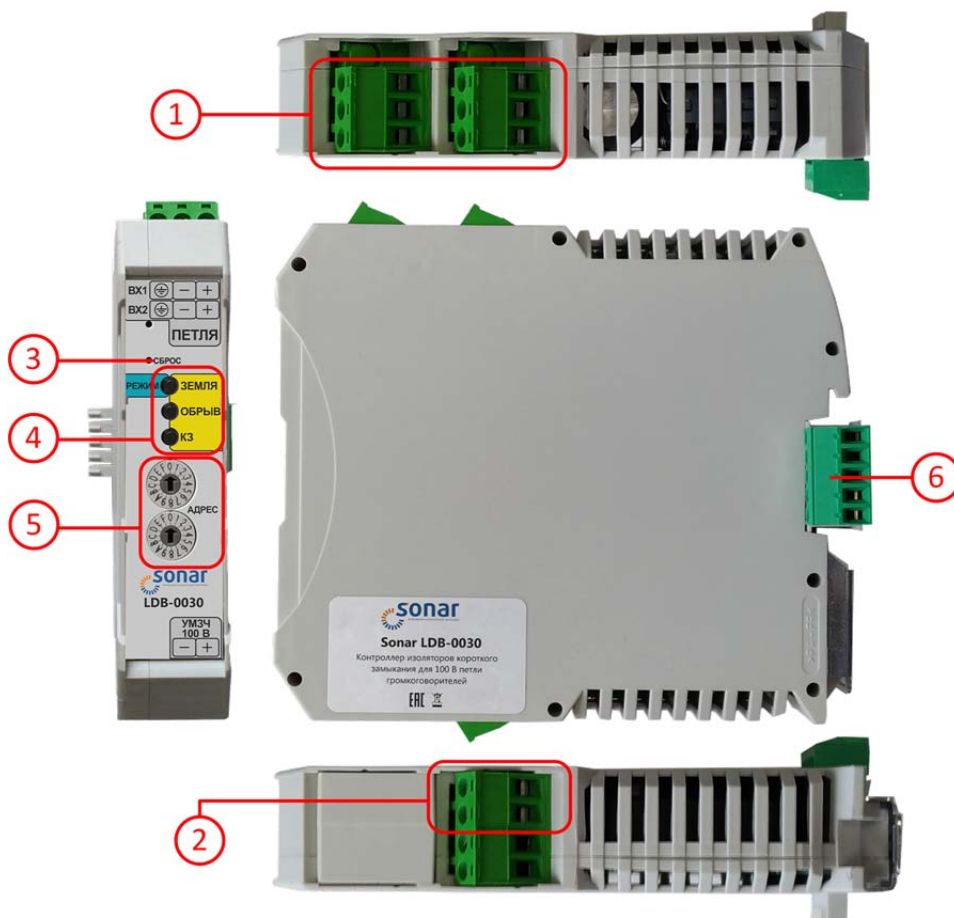

Рисунок 1.
5.1.2 Плата контроллера имеет следующие элементы коммутации, управления и индикации (см. рис.1):
- Трехконтактные клеммные колодки – для подключения к кольцевой трансляционной линии (1);
- Двухконтактная клеммная колодка – для подключения к усилителю мощности (2);
- Кнопка сброса режима неисправности линии (3);
- Индикаторы состояния кольцевой трансляционной линии (4);
- Переключатели для установки адреса устройства (5);
- Пятиконтактная клеммная колодка для подключения источника питания (контакты 1, 2), подключения контроллера к линии интерфейса RS-485 (контакты 3, 4), подключения типа «сухой контакт» для выдачи сигнала «общая неисправность» (контакты 5, 2) (6);
5.2.3. При обнаружении неисправности трансляционной линии, включаются светодиодные индикаторы состояния (4) (см.рис.1). Информация о состоянии локализованного участка передаётся по шине RS-485, а также в виде дискретного сигнала.
6.9 Проверить индикацию состояния линии на изоляторах FIM-001 и на контроллере. При нормальной работе контроллера, индикатор «режим» (см.рис.1) мигает синим цветом с частотой 1 Гц.